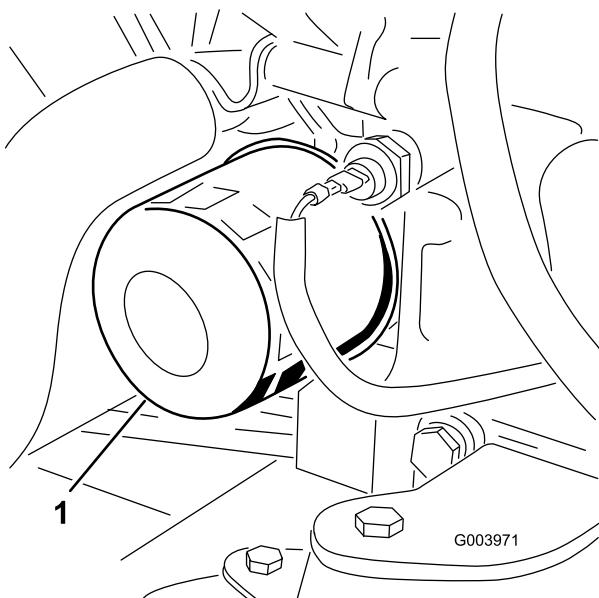

Bild 58
3. Entfernen Sie den Ölfilter (Bild 58).